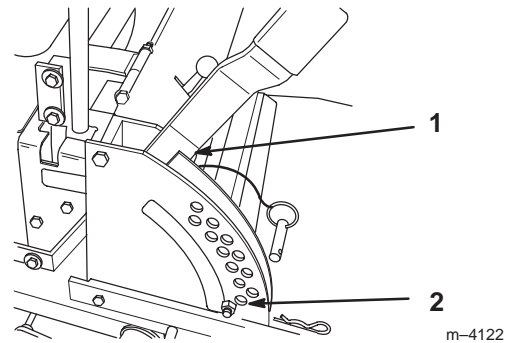
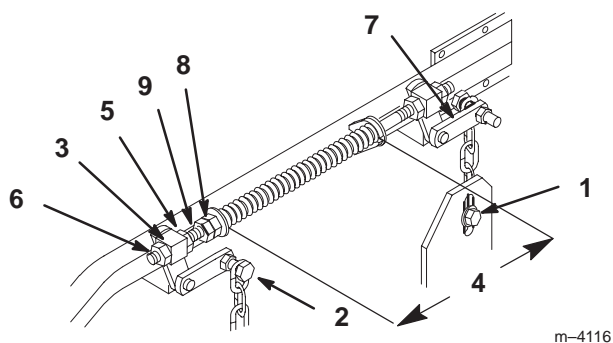

Figure 59
Figure 60
2. Vérifiez la pression des quatre (4) pneus et réglez-la à 90 kPa (13 psi) au besoin.
4. Relevez le plateau de coupe en position de transport (Fig. 59). Détendez les deux grands ressorts de levage du plateau en desserrant autant que possible l'écrou de blocage et l'écrou avant, devant chaque ressort (Fig. 60).
5. Placez deux cales de 35 mm d'épaisseur sous le bord inférieur arrière gauche et droit de la tondeuse. Placez une cale de 44 mm sous le bord inférieur central avant de la tondeuse, pas sous les supports des galets de protection. Sélectionnez la hauteur de coupe de 38 mm (Fig. 59).
6. Desserrez le boulon inférieur de la chaîne, dans la fente située à l'arrière du plateau de coupe. Répétez la procédure de l'autre côté. (Fig. 60).
7. Desserrez l'écrou de blocage avant et arrière de chaque côté du pivot avant. Continuez de desserrer jusqu'à ce que les chaînes avant soient desserrées et que le plateau repose sur les cales. Répétez la procédure de l'autre côté. (Fig. 60).
- Quand la visserie est desserrée, la tension encore présente dans les grands ressorts de soutien a tendance à faire tourner la poignée de levage du plateau de coupe vers le haut et à lui faire quitter la position de 38 mm. Appuyez fermement sur le bras de support arrière du plateau pour ramener la poignée de levage à cette position (Fig. 60).
- Tout en continuant d'appuyer sur le bras de support arrière du plateau de coupe, tendez la chaîne arrière et serrez la visserie inférieure (Fig. 60). Vous pouvez maintenant relâcher le bras de support arrière. Répétez la procédure de l'autre côté.
- Déplacez le levier de relevage du plateau de coupe à la position de transport (Fig. 59).
- Réglez les ressorts de compression en tournant les écrous avant de façon à obtenir un espace de 260 mm entre les deux grandes rondelles. Serrez fermement l'écrou de blocage (Fig. 60).